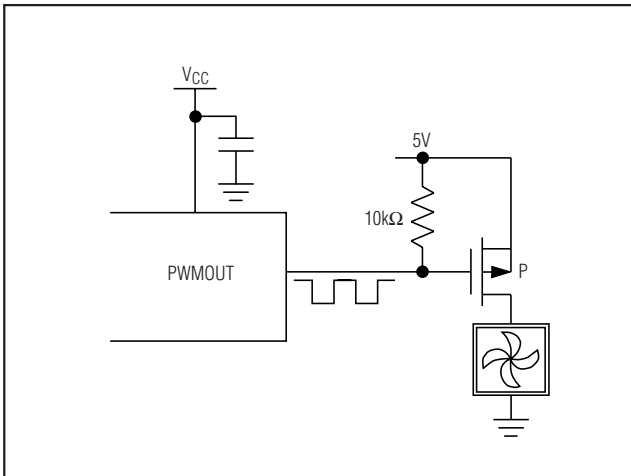

图4. 驱动P沟道MOSFET实现高侧PWM风扇驱动。
- 1) PWMOUT_信号通常使用以下三种方式之一来控制风扇转速: PWMOUT_驱动一个MOSFET的栅极或一个双极型晶体管的基极, 这个管子与风扇电源相串联。典型应用电路中 PWMOUT_驱动一只N沟道MOSFET。在此情况下, PWM反相位(寄存器02h的D4位)设置为1。图4中的 PWMOUT_驱动的是一只P沟道MOSFET, PWM反相位必须设置为0。